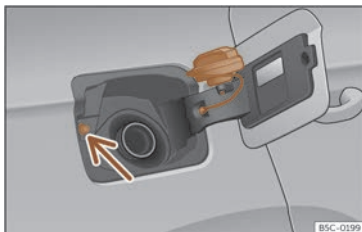

Fig. 191 Tapa do depósito co tapón encaixado.
- Colóqueo no espazo que hai na bisagra da tapa aberta >>> **fig. 191**.
Evite tocar o botón de bloqueo da tapa de combustible >>> **fig. 191** (frecha). O sistema entenderá que rematou e non poderá seguir recargando. Prema a tecla **B** da porta do condutor para continuar.